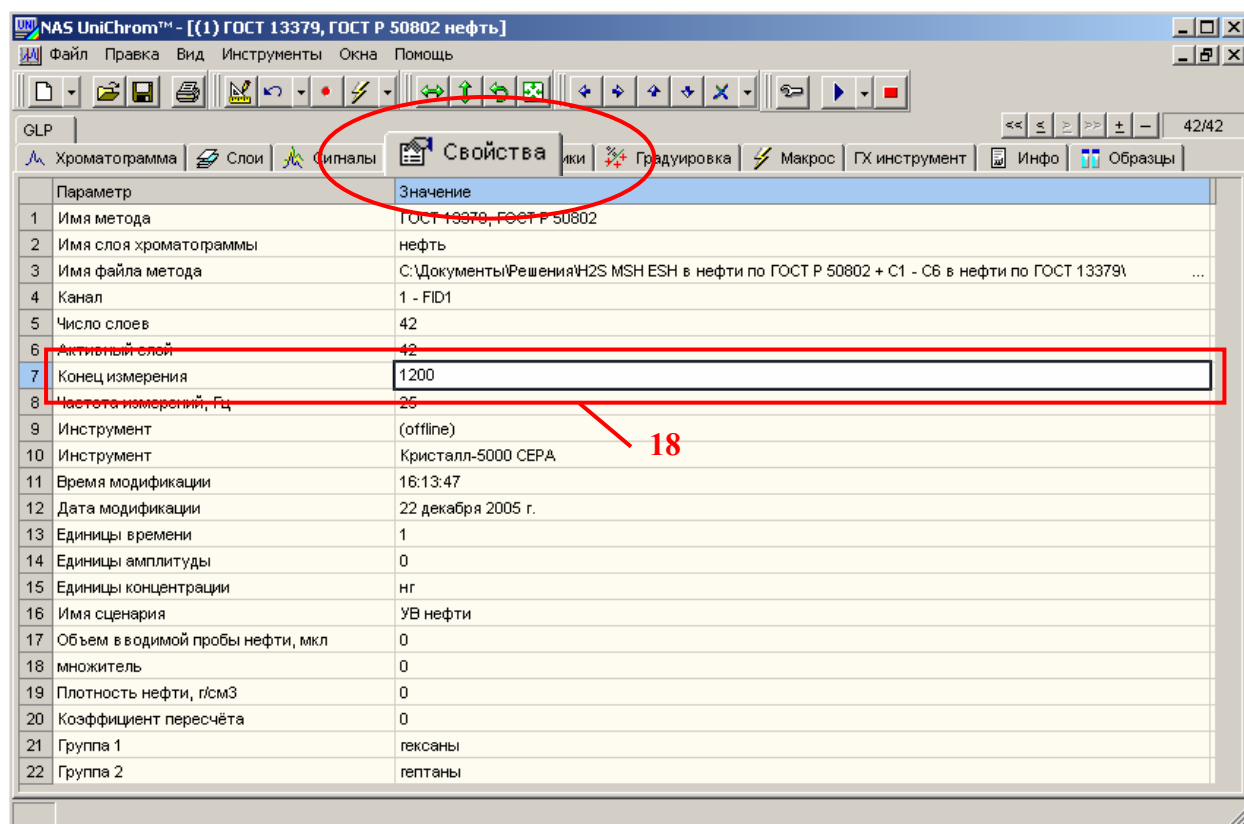

Рис. 30. Установка времени измерения.
- В таблице свойств найдите строку, соответствующую параметру «**Конец измерения**» (см. Рис. 30).